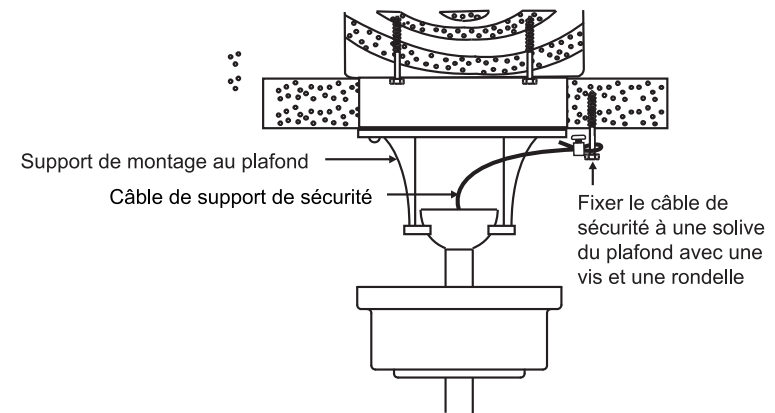

Fig. 11
Étape 1. Fixez la vis à bois et les rondelles fournies à la solive de plafond à côté du support de montage. **Ne serrez pas.** (Fig. 11)